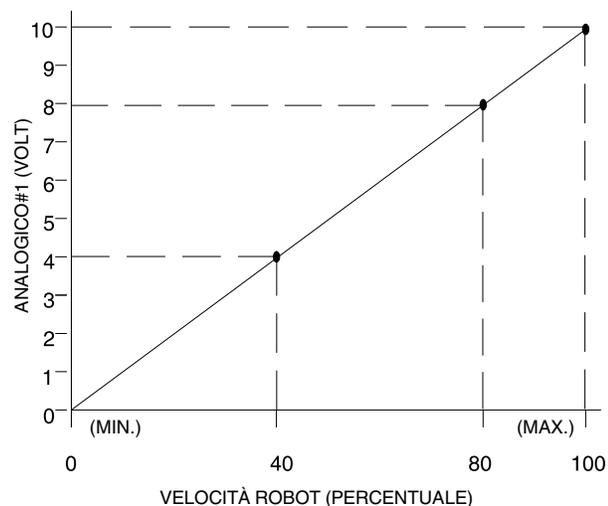

Figura 5 Rapporto tra segnale analogico e velocità robot
Vedi figura 5. Configurare il controller del robot per variare il segnale analogico o di velocità dell'utensile da 0-10 VDC per tutto l'intervallo di velocità del robot.
**NOTA:** La figura 5 rappresenta un esempio del rapporto approssimato tra la velocità del robot e la tensione analogica. Una velocità del robot dell'80% corrisponde ad una tensione di 8 VDC. Una velocità del robot del 40% corrisponde ad una tensione di 4 VDC. Questo rapporto viene fornito solo come guida.